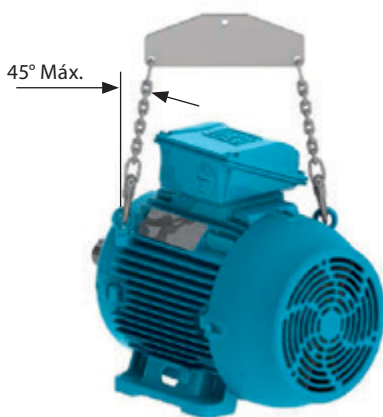

Figura 4.4 - Ángulo máximo resultante para motores con dos o más cáncamos de elevación
- Motores con cáncamos verticales, conforme Figura 4.4, el ángulo máximo resultante debe ser de 45° en relación al eje vertical. Se recomienda la utilización de una barra separadora, para mantener el elemento de elevación (corriente o cable) en el eje vertical y evitar daños a la superficie del motor.